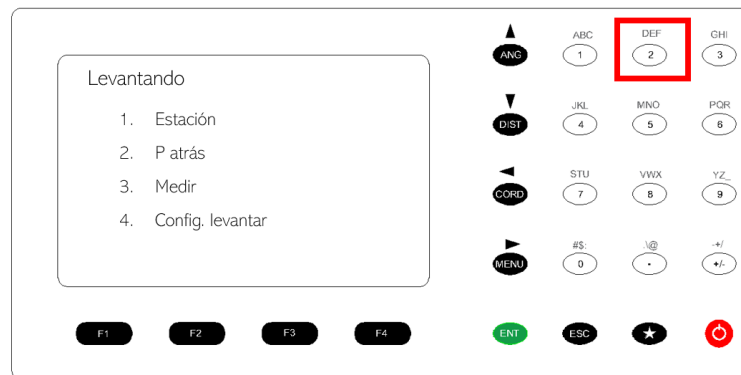

Figura 20. Comandos de la estación total para orientar con respecto al norte.
23. En la nueva ventana, seleccionar la opción 2. P atrás, para poder orientar la estación con respecto al norte. Figura 20.